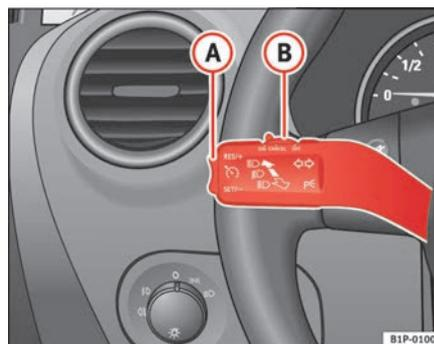

Fig. 128 Levier des clignotants et de l'inverseur-codes : contacteur et touche à bascule pour le régulateur de vitesse
- Appuyez sur la partie supérieure **RES+** de la commande à bascule ⇒ fig. 128 **A** pour augmenter la vitesse. Tant que vous maintenez enfoncée la commande à bascule, le véhicule accélère. Lorsque vous lâchez la commande à bascule, la nouvelle vitesse est mémorisée.
⇒ page 178, fig. 128 **A**.